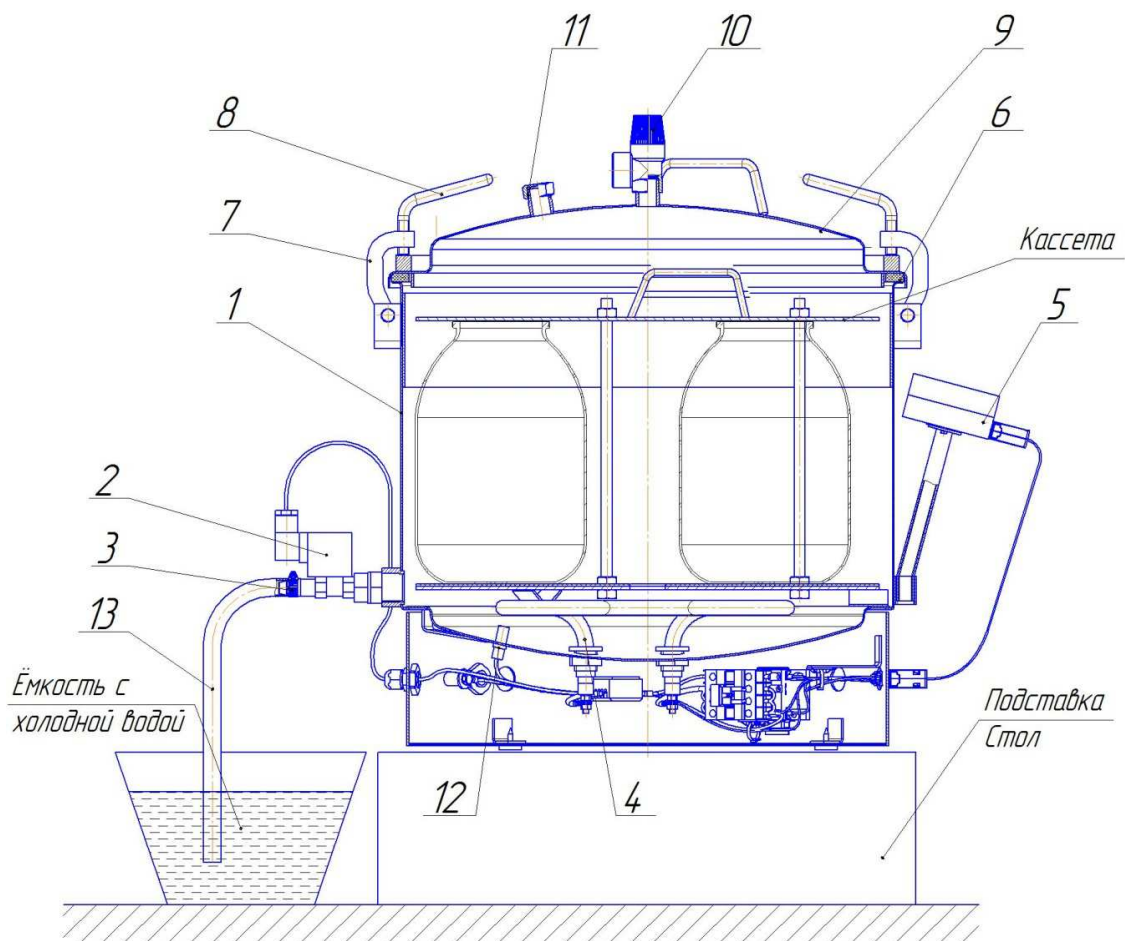
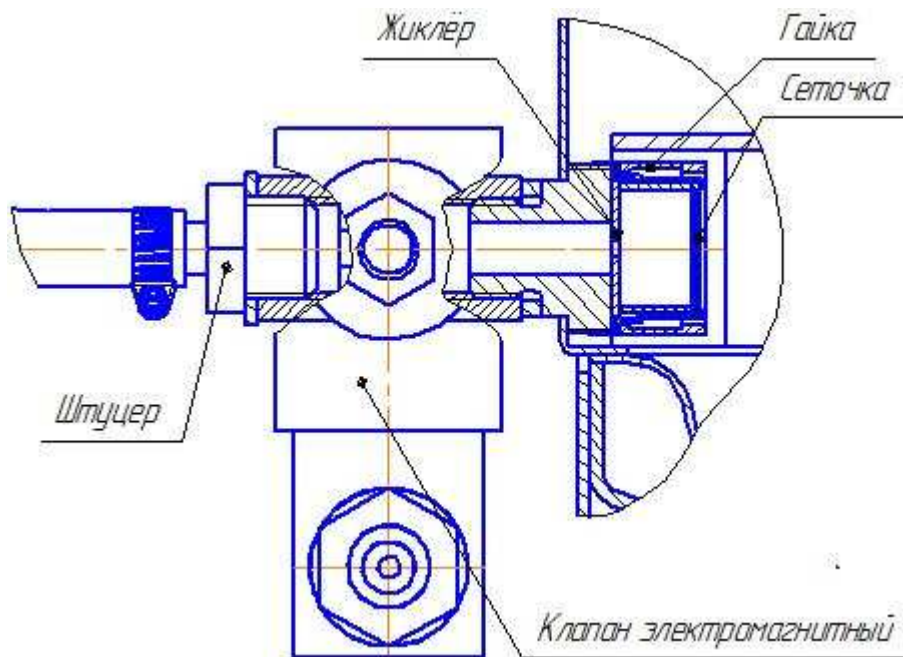

Рисунок 1 — Автоклав в сборе
Рисунок 5
2.4. Для защиты от брызг и пара при сливе воды с температурой выше 100°C, конец шланга слива 13 (рис.1) опустить в ведро (или другую ёмкость) с небольшим количеством холодной воды (водяной затвор) и закрепить его (например, привязав шланг к ручке ведра), иначе возможны хаотичные движения шланга с выбросом пара и горячей воды во все стороны в первые минуты слива воды.
-  не вывинчивать упоры зажима крышки 8 (рис. 1) автоклава;
- при необходимости сбросить давление в автоклаве, повернуть головку предохранительного клапана 10 (рис.1), до полного прекращения выхода пара (для предотвращения попадания пара на руку одеть защитную перчатку);
- вывинтить упоры 8 (рис. 1), отбросить прижимы 7 и снять крышку 9;
4.2. Установить автоклав на подставку (рис.1).
4.4. Вкрутить штуцер (рис. 5) в клапан. Надеть конец шланга слива 13 (рис.1) на штуцер и закрепить его хомутом 15, другой конец опустить в ведро (или другую ёмкость) с небольшим количеством холодной воды и закрепить его (например, привязав шланг к ручке ведра). Для удобства удаления выливаемой воды заранее установить рядом второе пустое ведро.
4.5. Проверить затяжку заглушки с прокладкой 11 (рис. 1).
4.8. Налить в корпус 1 (рис.1) воду, при этом уровень воды должен быть на 2 см ниже верхней кромки корпуса. Для повышения качества консервируемых продуктов и сокращения времени нагрева рекомендуется наливать воду в автоклав с температурой 60°C.
Для этого (см. рис. 5): выкрутить гайку 6 (против часовой стрелки), вынуть жиклёр и сетку, тщательно промыть их проточной водой. После чистки и мойки установить их на место и закрутить гайку.